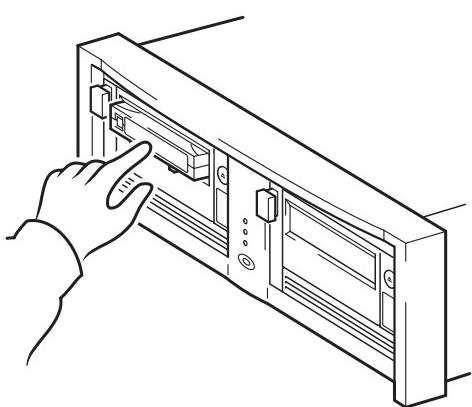

Figura 10a: uso de HP OBDR, paso 1
- 1** Inserte el cartucho de arranque más reciente en la unidad de cinta que ha asignado a HP OBDR (véase la Figura 10a). El cartucho deberá ser escrito por una aplicación de copia de respaldo que escriba datos en cinta en formato de CD-ROM.